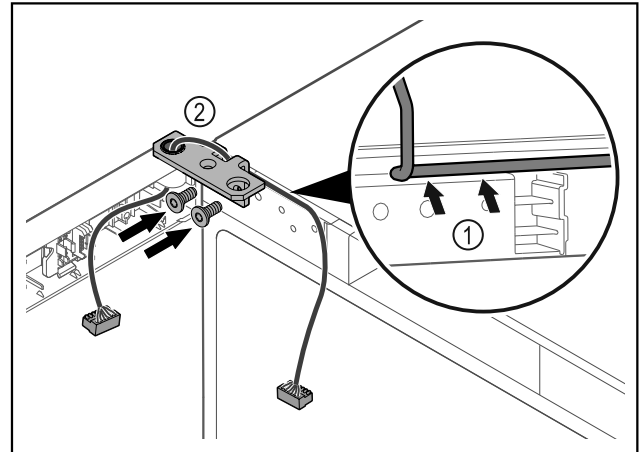

Fig. 46
- ▶ Før kabelen forsiktig gjennom åpningen i hengselvinkelen, og legg den omhyggelig på plass Fig. 46 (1).
- ▶ Skru på hengselvinkelen Fig. 46 (2).